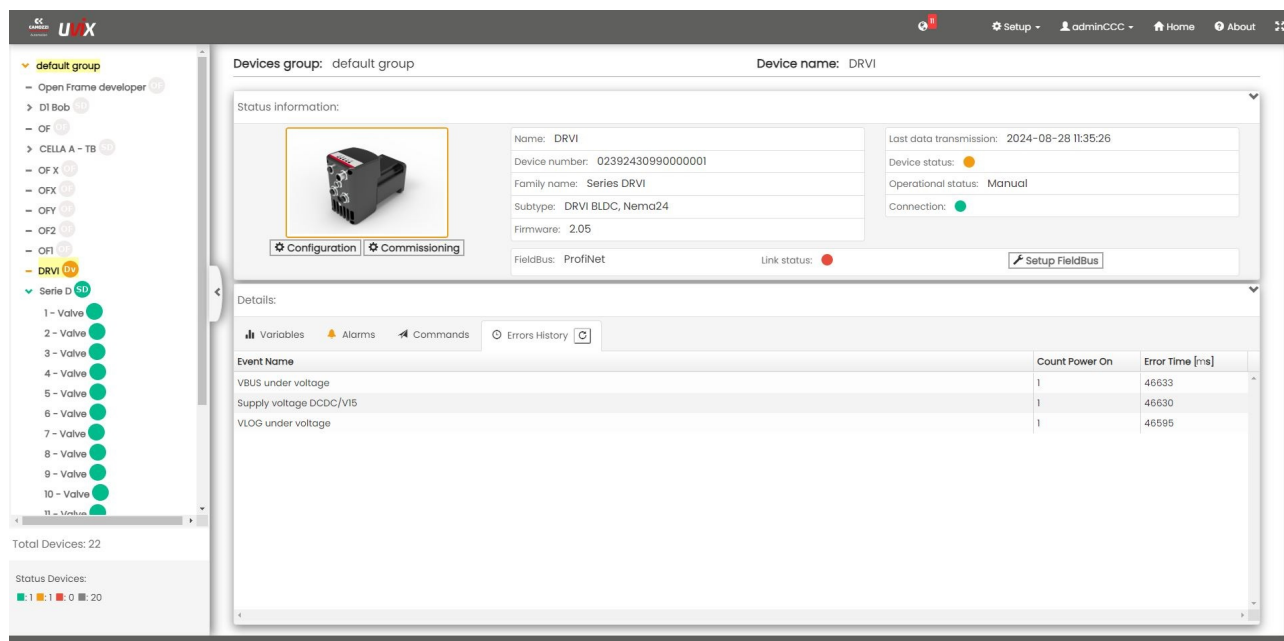

Figura 6.39: Finestra Errors History
- Errors History: Visualizza una lista degli ultimi errori (Figura 6.39).